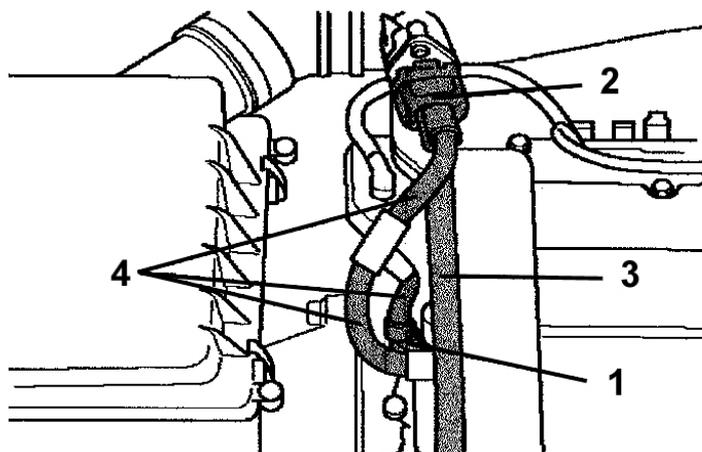

Fig. 1
- Extraer la conexión de enchufe del sensor de temperatura (véase fig. 1 punto 1) y del medidor de masa de aire (véase fig. 1 punto 2).
- Retirar la cubierta (véase fig. 1 punto 3).
- Retirar el revestimiento de plástico y la cinta aislante del mazo de cables (véase fig. 1 punto 4).